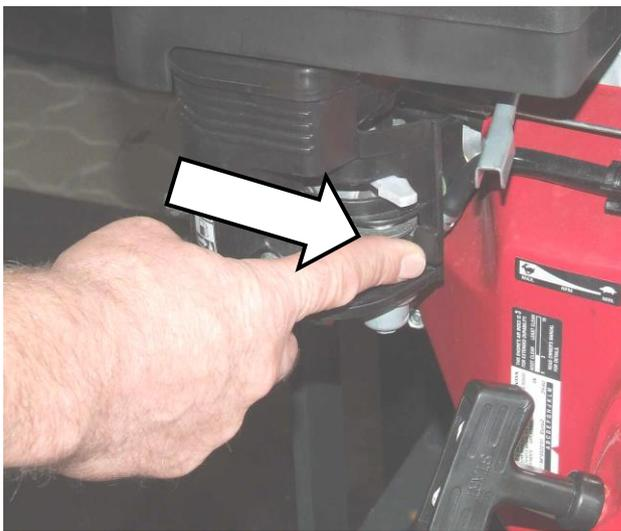

Fig. 2
- Mettre en marche l'appareil (PJ-1650-B) avec le starter électrique (1). Positionner le commutateur sur « ON ».
- Ouvrir le robinet de carburant et le starter (Fig. 2)